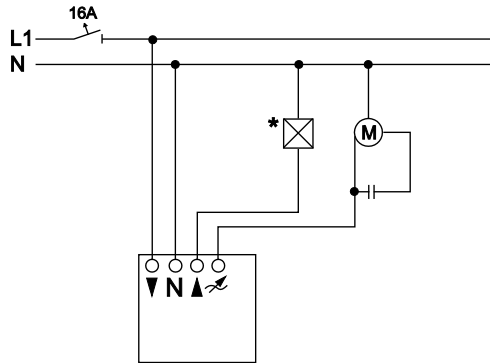

Рис. 4: Схема соединений
2. Вертикально вставьте в стену монтажную коробку, входящую в комплект поставки (1).
3. В соответствии со схемой соединений подключите регулятор скорости вращения (рис. 4).
5. Установите комбинированную рамку (2) и вставьте С-диск (3), так чтобы вентиляционные прорези располагались вертикально.
6. Установите контрольную лампу (8) на средние зажимы, так чтобы носок был направлен в сторону регулировочного вала.
7. Установите второй С-диск (4) и зафиксируйте его гайкой.
2. Снимите с вала удерживаемую пружиной установочную кнопку (6).
3. Открутите гайку (5) и снимите крышку (2).
7. Проведите провода через уплотнительный штуцер и присоедините их согласно схеме соединений (рис. 4) снизу к зажимам регулятора скорости вращения.